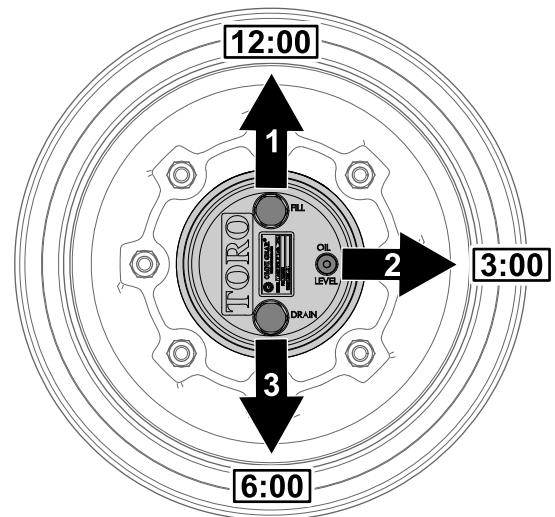

Figure 90
1. Garez la machine sur une surface plane et horizontale, tournez la roue de sorte que le bouchon de remplissage soit à la position 12 heures, le bouchon de contrôle soit à la position 3 heures et le bouchon de vidange soit à la position 6 heures (**Figure 90**).
1. Garez la machine sur une surface plane et horizontale, tournez la roue de sorte que le bouchon de remplissage soit à la position 12 heures, le bouchon de contrôle soit à la position 3 heures et le bouchon de vidange soit à la position 6 heures ; voir Figure 90 sous Contrôle du niveau de lubrifiant du train planétaire (page 64).